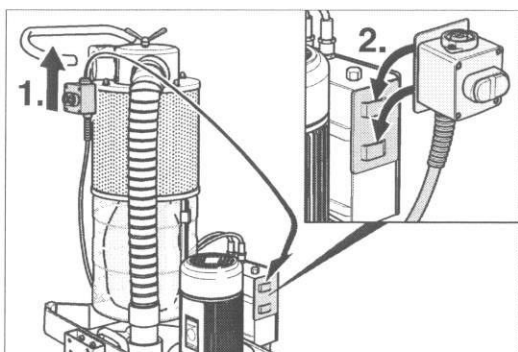

Fig. 25 Accrochez l'interrupteur Marche/Arrêt dans le support de transport sur le coffret de commutation.
- 3 Débranchez l'interrupteur Marche/Arrêt sur le châssis et accrochez-le au support de transport sur le coffret de commutation (fig. 25).